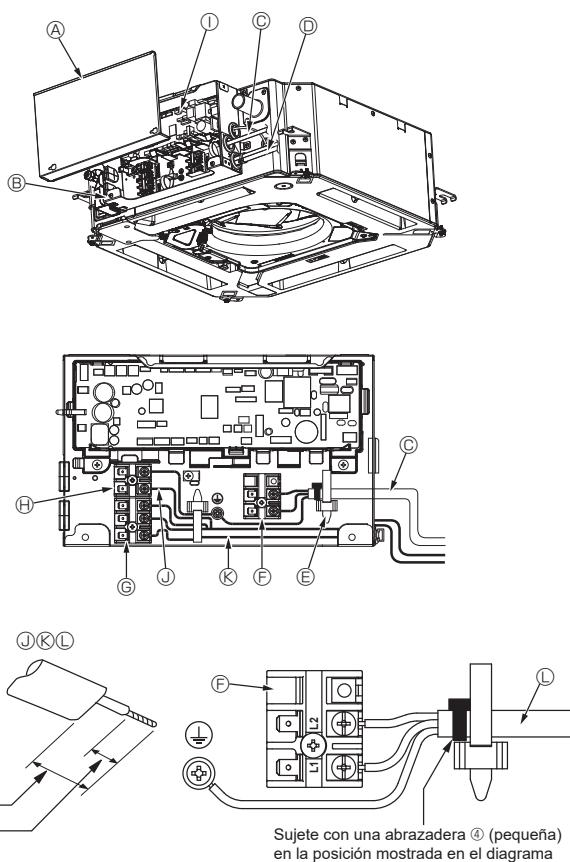
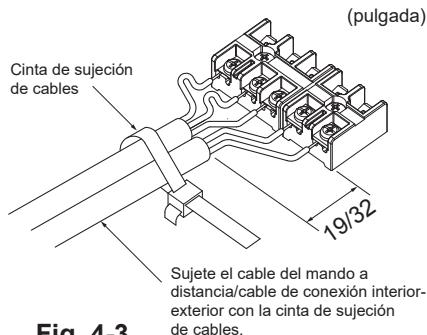

Fig. 4-1
Fig. 4-3
- Abrazadera (grande) (C)
- Orificio de desagüe (transparente) (D)
- Margen de inserción (E)
- Unión (F)
- Tubo de drenaje (TUBO DE PVC O.D. Ø32 mm (1-1/4 pulgada)) (G)
- Material aislante (no incluido) (H)
- Tubo de PVC transparente (I)
- TUBO DE PVC O.D. Ø32 mm (1-1/4 pulgada) (pendiente de descenso de 1/100 o más) (J)
- Abrazadera (media) (K)
- Tubo de desagüe (L)
4.1. Unidad interior (Fig. 4-1, Fig. 4-2, Fig. 4-3)